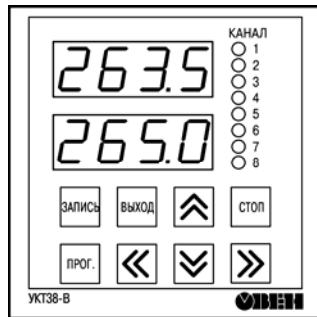

Рисунок 3.2
3.2.2 На лицевой панели прибора (рисунок 3.2) расположены два четырехразрядных цифровых индикатора, служащих для отображения информации, восемь светодиодных индикаторов, показывающих состояние каналов контроля, и восемь кнопок управления.